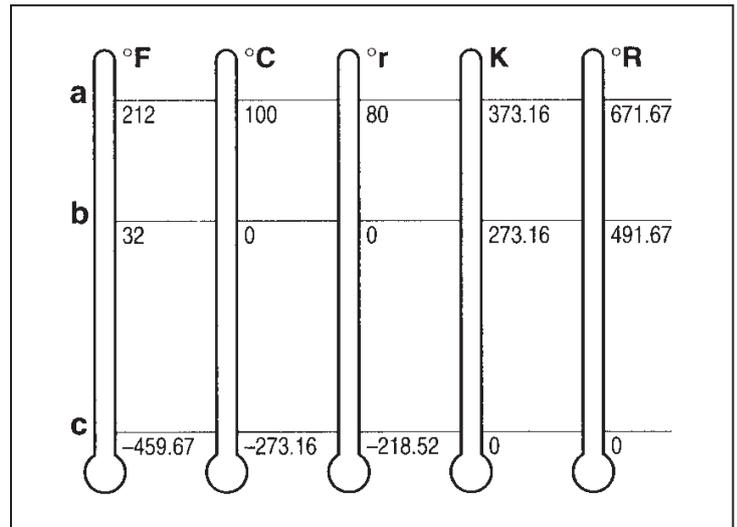

Abb. 11.13
In der Abb.11.13 werden die verschiedenen Temperaturskalen miteinander verglichen: Fahrenheit (°F), Celsius (°C), Réaumur (°r), Kelvin (K) und Rankine (°R).